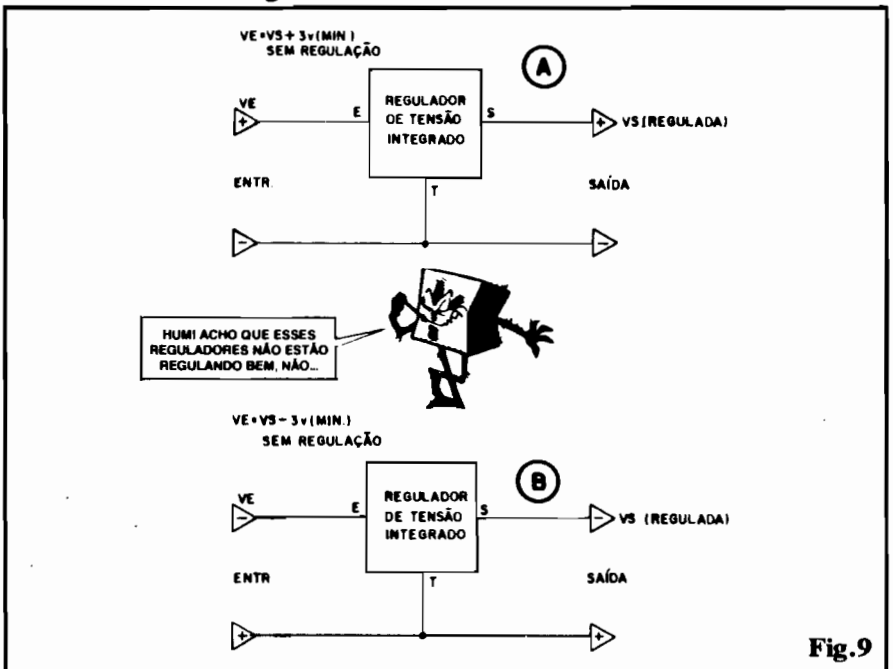

Fig.9
- FIG. 9 - REGULADORES DE TENSÃO - É um importante grupo dentro da “raça” dos LINEARES, com intensas aplicações práticas em circuitos e montagens as mais diversas... “Lá dentro”, eles não passam de amplificadores de alta potência relativa, dotados de auto-programação do nível de Tensão de Saída que é fixado através de rígidos parâmetros (inclusive pela presença de diodos zener na malha circuitual interna do Integrado...). Basicamente são dotados de apenas três terminais: “T” (terra), “E” (entrada) e “S” (saída). Ao terminal “E” aplicamos a Tensão “bruta”, a ser estabilizada e regulada pelo Integrado. No terminal “S” recolhemos a Tensão já “fixada” automaticamente no valor correspondente ao código do Integrado... Existem Integrados desse tipo para regulagem de Tensões positivas ou negativas (diagramas respectivos em 9-A e 9-B...). Pelas suas especiais características, os Integrados Reguladores de Tensão se prestam à utilização nos setores das Fontes de Alimen-